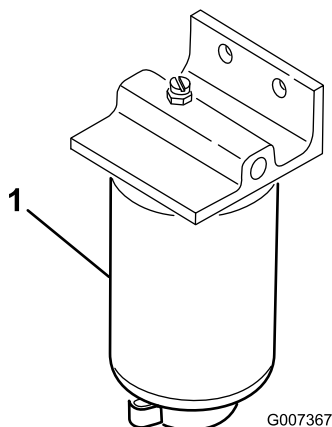

Рисунок 39
1. Подставьте под топливный фильтр чистую емкость (Рисунок 39).